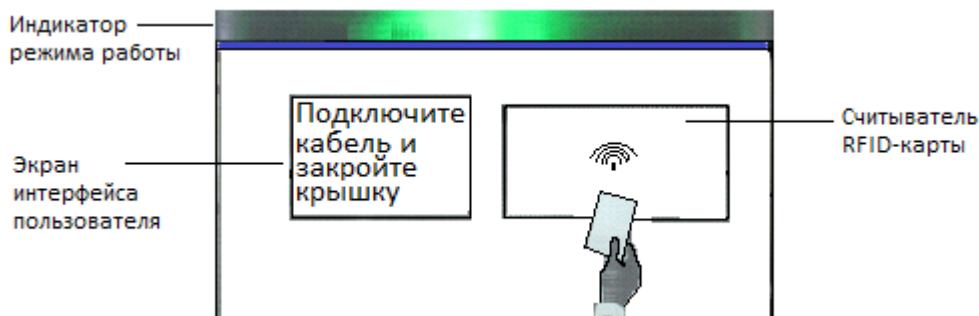

Рисунок 6
После подключения аккумуляторной батареи станция ЭЗС-АС переходит в режим питания от аккумулятора. На экране интерфейса пользователя (рисунок 6) высвечивается сообщение «Отказ питающей сети». Индикатор режима работы мигает красным цветом.
2.3.2.1 Режим работы изделия отображается индикатором режима работы. Доступ к изделию осуществляется посредством RFID-карты, для чего её необходимо поднести вплотную к полю считывателя RFID-карты (рисунок 6). После получения доступа к соединителям необходимо следовать указаниям, выводимым на экран интерфейса пользователя.